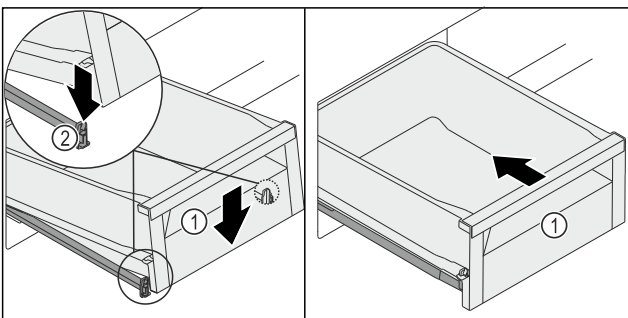

Fig. 120
- ▶ Опустите выдвижной ящик Fig. 120 (1) вперед, чтобы он установился слева и справа в зажим Fig. 120 (2).
- ▶ Выдвижной ящик Fig. 120 (1) зафиксируется со характерным щелчком.
- ▶ Вдвиньте выдвижной ящик Fig. 120 (1).